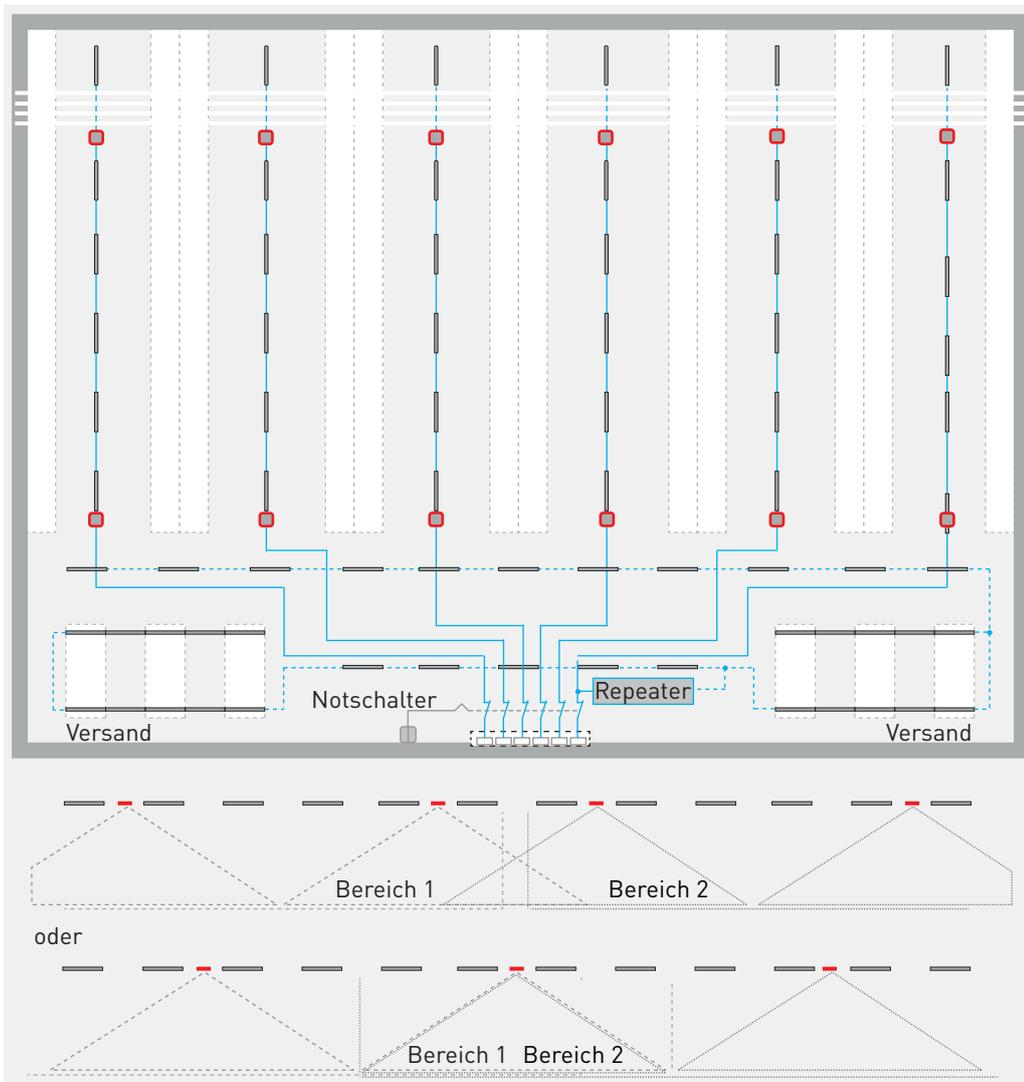

Abbildung 20:
Es können ggf. mehrere Regalbereiche mit einem LiveLink-System betrieben werden. Dabei sollte die Anwesenheitserfassung der Bereiche überlappen (siehe Abbildung 20 unten).
- Die Sensoren im Steuerungsbereich werden der Leuchtengruppe für die Anwesenheitserfassung zugeordnet (siehe Abbildung 20).